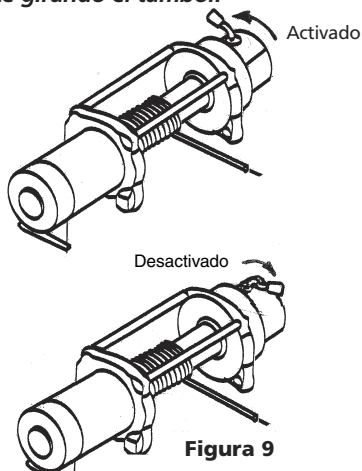

Figura 9
**Paso (5)**
(Ver la figura 9) ajuste la perilla del embrague de funcionamiento manual en la posición "Disengaged" (Desactivado). Si hubiese una carga en el cable metálico la perilla del embrague quizá no se mueva fácilmente. **NO FUERCE LA PERILLA DEL EMBRAGUE.** Para liberar la tensión en el embrague, suelte gradualmente una longitud de cable metálico. Extraiga varios pies de cable metálico del tambor. Devuelva la perilla del embrague a la posición "Engaged" (Activado). Active momentáneamente el cabrestante en desenrollado de cable para verificar la dirección de giro del tambor. Si el tambor gira en la dirección errónea, revise el cableado. Suelte el embrague, tire del cable metálico y asegúrelo en el punto de anclaje o en la carga. Cerciórese de que queden al menos cinco (5) vueltas de cable metálico en el tambor. Vuelva a activar el tambor girando la perilla del embrague a la posición "Engaged" (Activado).